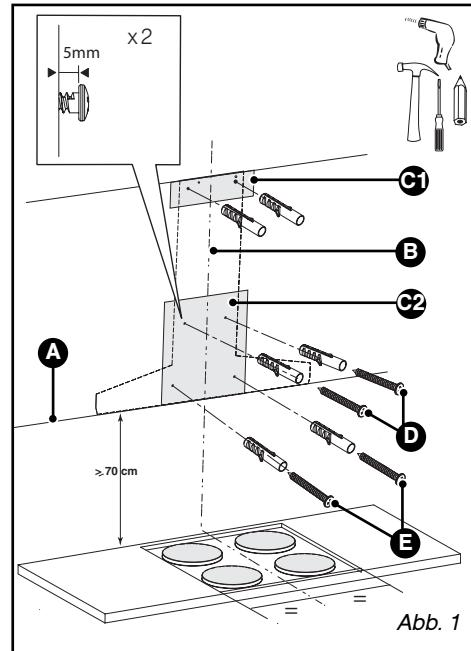

Abb. 1
- Die beiden Schrauben oben an der Dunstabzugshaube einschrauben (D/Abb. 1) und sie 5 mm überstehen lassen.